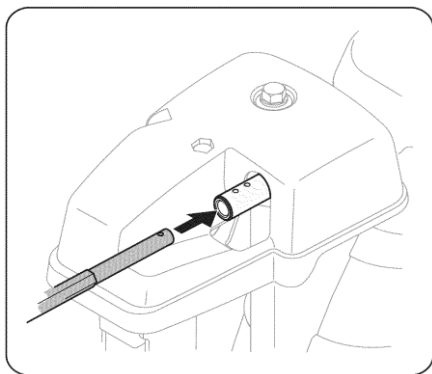

Рис. 3
3. Установите тягу управления желобом во вход головки управления выбросом до максимально возможного положения, сохраняя тягу в положении, чтобы отверстие на ней было направлено вверх. (См. Рис. 3).